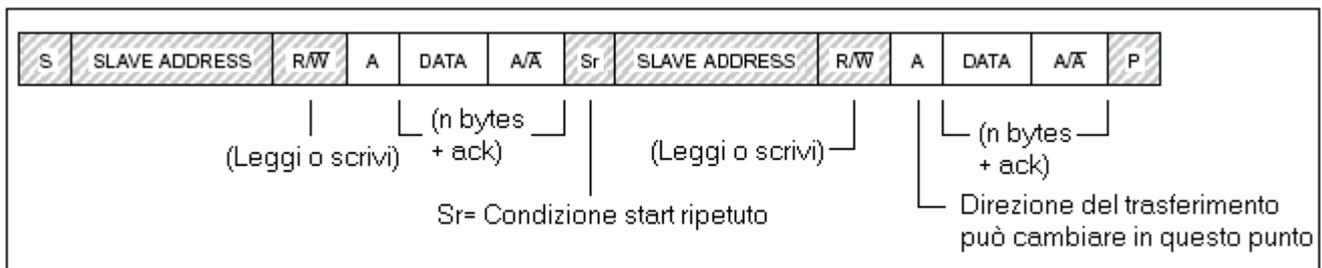

Fig. 7
- Fig. 7 : modalità combinata
Si nota nella Fig. 7 che la direzione dei dati e dei bit dipendono dal bit che imposta la lettura e la scrittura.